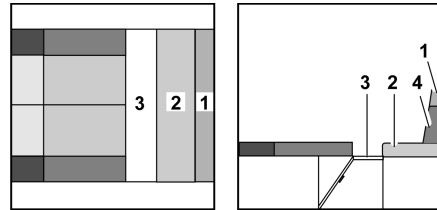

Bild 109 Während des Umbaus
- Lattenrost (Bild 109,3) ausziehen.
- Das Zusatzpolster (Bild 110,1) vom Rückenpolster (Bild 109,4) abziehen. Das Zusatzpolster ist am Rückenpolster mit Klettband befestigt und kann leicht abgetrennt werden.